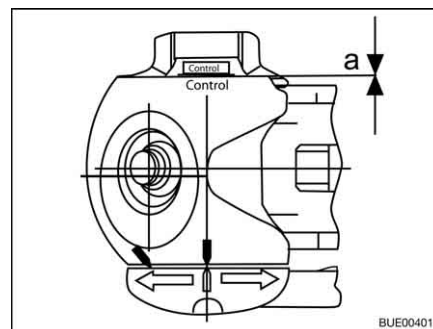

Fig. 224 Contrôle d'usure
- Distance  $a = 0$  (Fig. 224) : Contrôler les garnitures de friction et au besoin les changer.